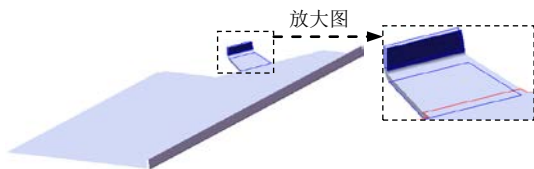

图 6.12 绘制的折弯 2
Step6. 创建图 6.12 所示的钣金特征——绘制的折弯 2。
(1) 选择命令。选择下拉菜单 **插入(I)** → **钣金(B)** → **绘制的折弯(S)...** 命令 (或单击“钣金”工具栏上的“绘制的折弯”按钮 )。
(2) 定义特征的折弯线。